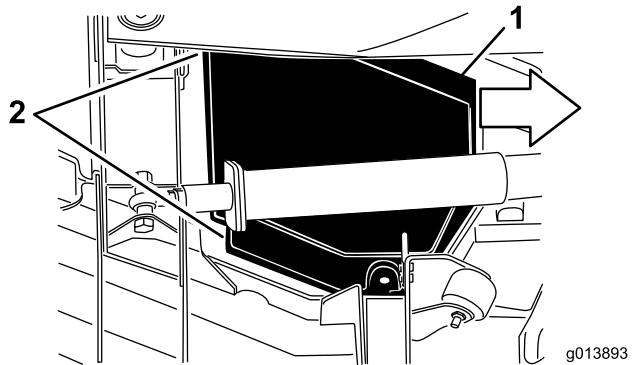

Figura 47
5. Mientras levanta la cubierta, deslícela 1 pulgada aproximadamente hacia la unidad de tracción, para separar el borde exterior de la cubierta de la carcasa (Figura 47).